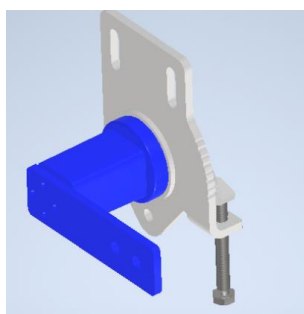

Bild 3
- Placera först distans (4) och sedan montageplattans centrum (1) över denna punkt så infästningshålen i montagehålen passar bra mot transportören, använd minst två hål för fästning av montageplattan. Finns inget att fästa hållaren i, tillverka fäste i 8 mm stål.
- Hävvarmar (2) och spännskruvar (3) ska vara vända utåt, bort från finskrapan, se bild 3.